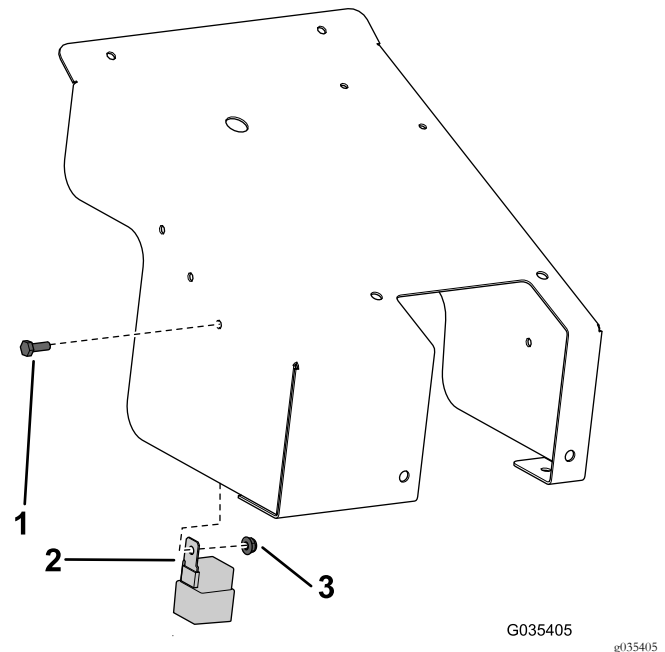

Bild 8
6. Befestigen Sie das Relais mit einer Schraube ($\frac{1}{4}$ " x $\frac{3}{4}$ ") und einer Mutter ($\frac{1}{4}$ ") an der Innenseite der Abdeckung, wie in Bild 8 abgebildet.